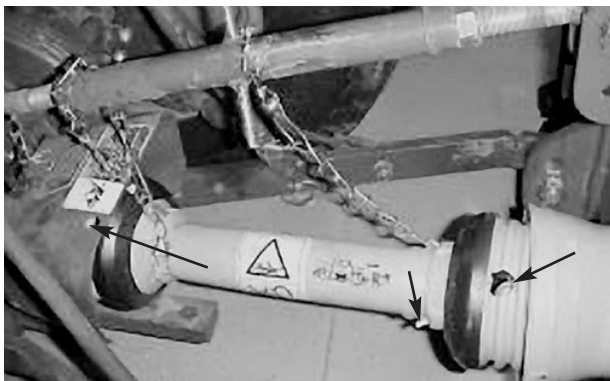

Bild 23
TÄGLICH EINFETTEN – Zapfwelle (3) (Bild 23).